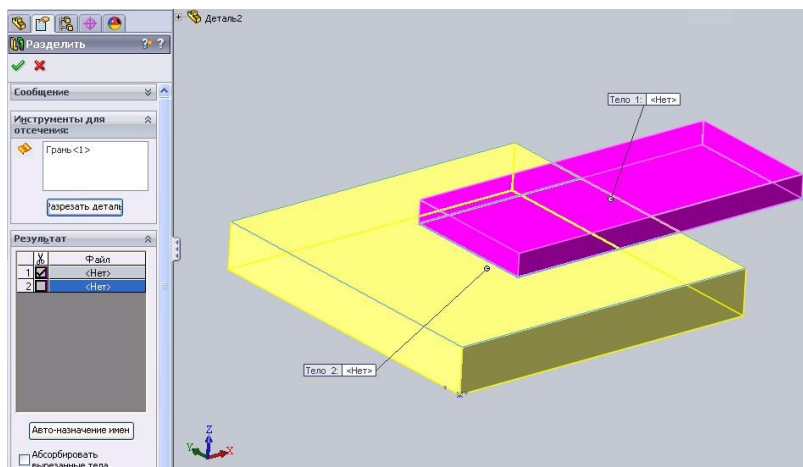

Рисунок 10.32 - Двотільна деталь
3. Щоб сформувати шов, нам треба попередньо розділити деталь і створити з неї багатотіlnу деталь. Для цього розділимо деталь за допомогою команди - «**Разделить**». Клацнувши в полі «**Инструменты для отсечения**», укажіть мишею верхню грань великої деталі. Натисніть кнопку «**Разрезать деталь**». У розділі «**Результат**» зніміть прапорець «**Абсорбировать вырезанные тела**». Укажіть тіла для поділу, натисніть кнопку **ОК** - і ви одержите двотіlnу деталь (рис. 10.32). Для того щоб відразу сформувати багатотіlnу деталь без використання операції - «**Разделить**», перед виконанням команди - «**Вытянутая бобышка/основание**» необхідно зняти прапорець «**Результат слияния**».